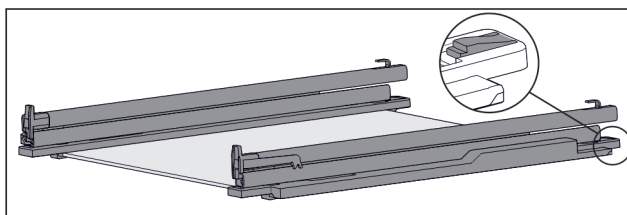

Fig. 133 Skleněná deska s kolejničkami a přídržnými díly
- ▶ Přídržný díl vzadu stlačte dolů (viz Fig. 133) a současně zasuňte kolejničku dozadu.